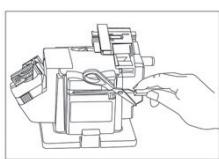

рис.5
- полностью раскрыв ножницы, перемещайте одно из лезвий вдоль щели заточки ножниц (рис.1 поз.17) от основания к кончику (рис.5);